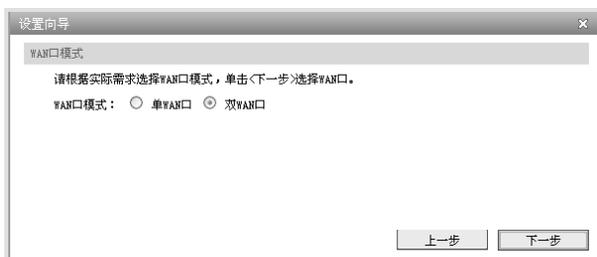

图 5-5 WAN 口模式
5. 请根据实际需求选择 WAN 口模式，如图 5-5所示（仅MR308VPN有此界面）。单击“下一步”，进入 WAN 口选择界面。